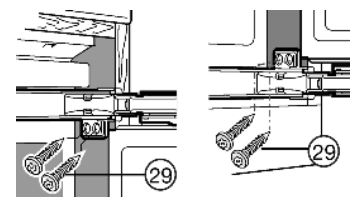

Fig. 22
- ▶ Atornille el aparato en el habitáculo: atornille el aparato a ambas puertas con tornillos para tablero de partículas Fig. 22 (29) en las partes superior e inferior a través de las lengüetas de bisagra.